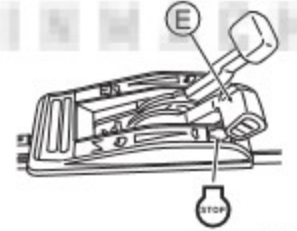

Fig. 8
6. Pour interrompre la tonte à mi-chemin ou pour finir la tonte, remettez le Levier d'embrayage (B) et le Levier de la lame (C) en position initiale, puis placez la Manette des gaz (E) en position "STOP" pour arrêter le moteur. (Voir Fig. 8)